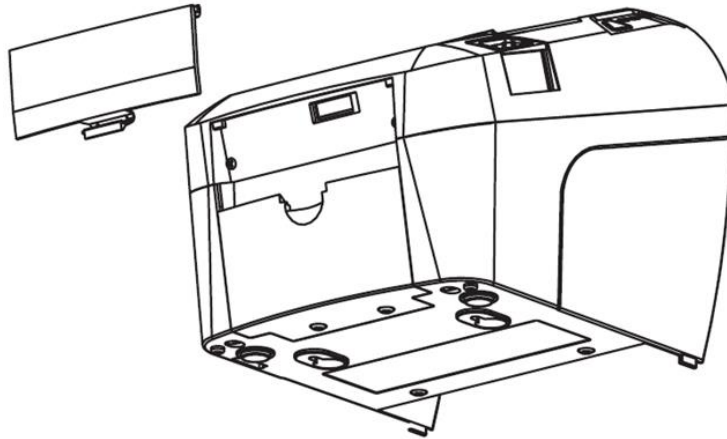

Рисунок 12 – Зняття кришки обрізувача чекової стрічки
- зняти кришку обрізувача на передній панелі реєстратора (рисунок 12).